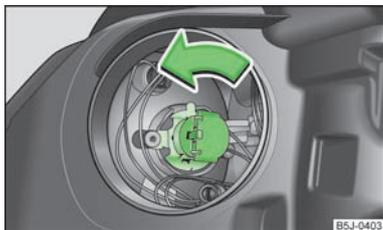

Fig. 146
- Girare il connettore con la lampadina in senso **antiorario** fino all'arresto ed estrarlo.» fig. 146